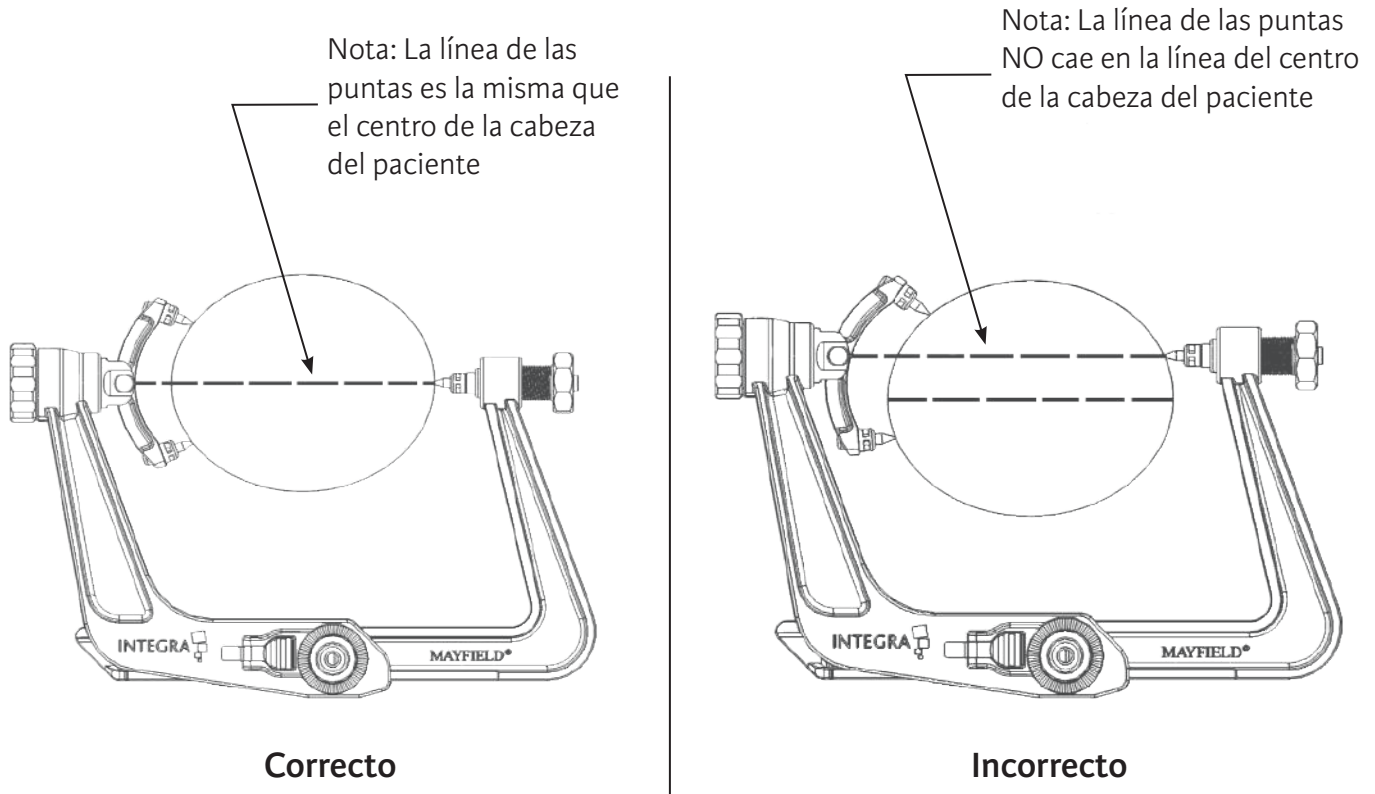

Figura 6 Posicionamiento de las puntas craneales del balancín
4. Posicionar el balancín de 2 puntas de modo que las puntas craneales estén equidistantes de una línea central de la cabeza. (Véase la Figura 6).